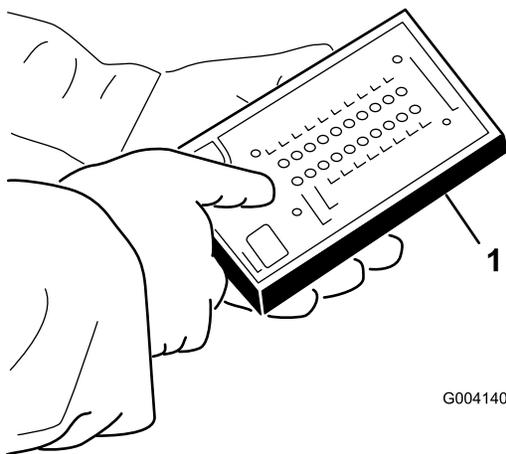

Figura 41
4. Ligue o conector do visor ACE de diagnóstico ao conector de diagnóstico (Figura 41).